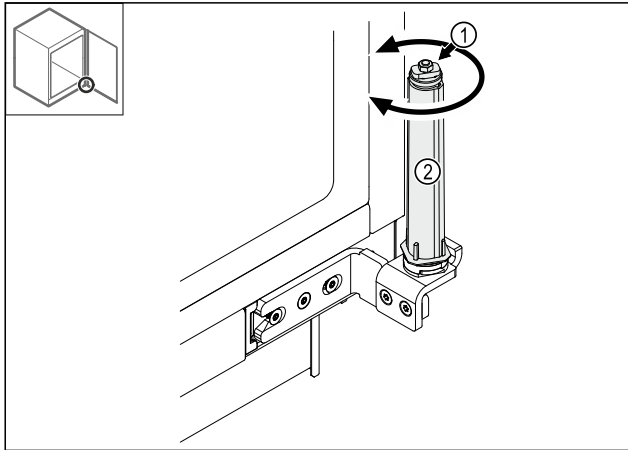

Fig. 38
- ▶ Не разбирайте резьбовое соединение Fig. 38 (1) системы закрытия.
- ▶ Поворачивайте систему закрытия Fig. 38 (2) до щелчка.